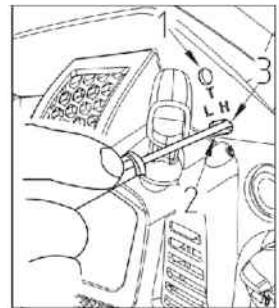

Рис. 10
Для регулировки выполните следующие шаги (рис. 10).
3. Поверните винт (T) регулировки холостого хода (рис. 10 поз. 1) против часовой стрелки так, чтобы пыльная цепь не вращалась. При слишком низких оборотах холостого хода, поверните ви иг по часовой стрелке.